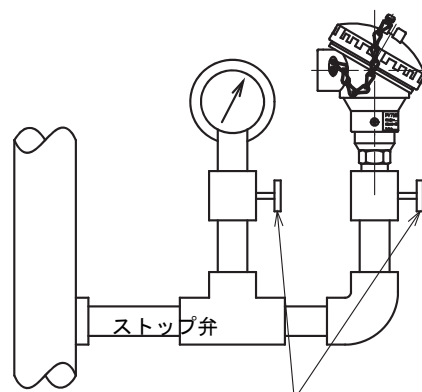

図6 取付方法(配管取付)
- 配管への取り付けは、『図6』のように圧力ゲージと一緒に併設してください。